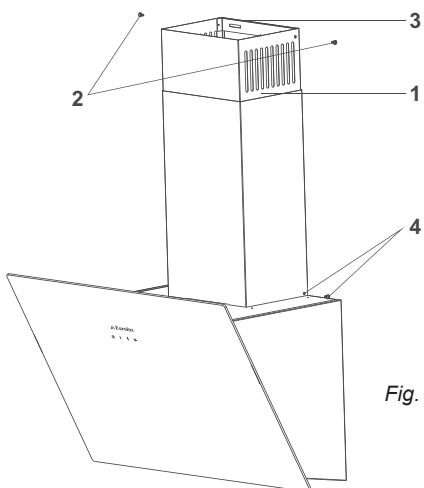

Fig. 14
- Pjesa e jashtme dhe e brendshme oxhaqeve metalike montoohen duke futur brenda njëra tjetërës (Fig. 14).
- Fiksojeni oxhakune brendshëm në pllakën e lidhjes së oxhakut nga ana e majtë dhe e djathtë me dy vida  $3.5 \times 9.5$ , duke e térhequr atë nga lart. (Fig. 14)
- Fiksojeni oxhakun e jashtëm me dy vida  $3.5 \times 9.5$  në të majtë dhe të djathtë në pllakën lidhëse në pjesën e pasme të trupit të aspiratorit nga ana e poshtme (Fig. 14).